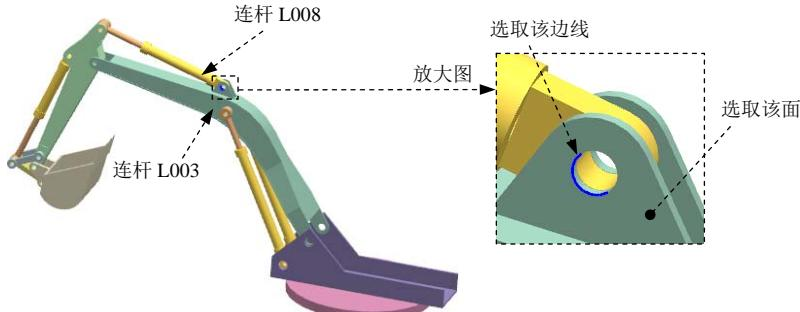

图 10.8.25 定义旋转副（五）
(1) 选择连杆。选取图 10.8.25 所示的连杆 L008。
(2) 定义原点及矢量。在“运动副”对话框的指定原点下拉列表中选取“圆弧中心”选项，在模型中选取图 10.8.25 所示的圆弧为定位原点参照；选取图 10.8.25 所示的面作为矢量参考面。
(3) 添加啮合连杆。在“运动副”对话框的基本区域中选中啮合连杆复选框，单击选择连杆 (1)，选取图 10.8.25 所示的连杆 L003。
(4) 定义啮合连杆原点及矢量。在“运动副”对话框**基本**区域的✓ 指定原点下拉列表中选取“圆弧中心”选项，在模型中选取图 10.8.25 所示的圆弧为定位原点参照；选取图 10.8.25 所示的面作为矢量参考面。
(5) 单击应用按钮，完成第九个运动副的添加。